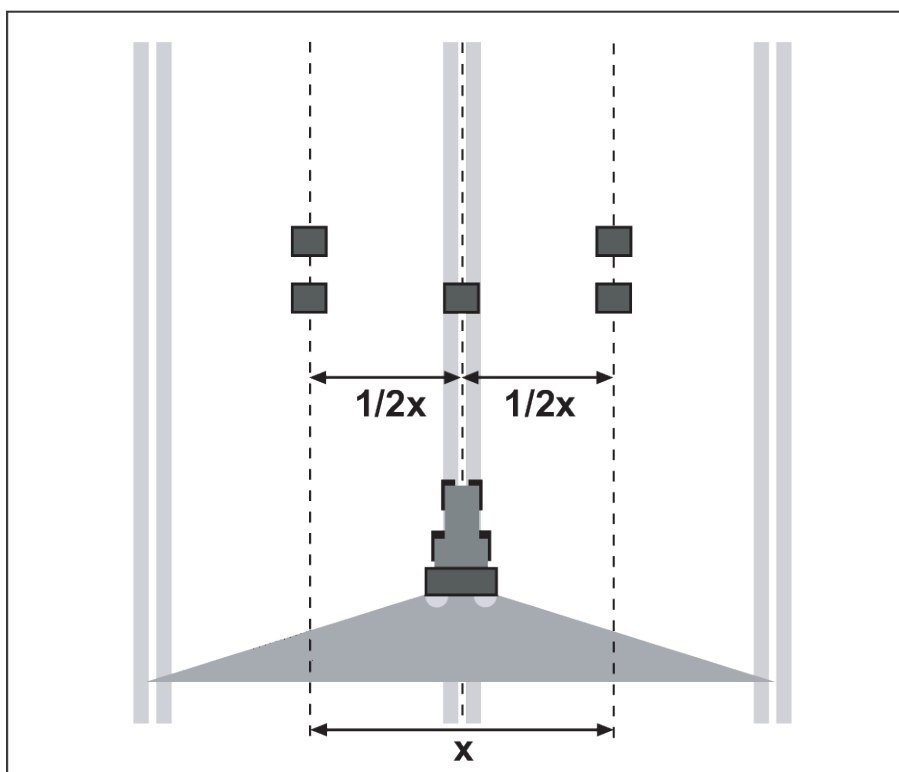

Fig. 53: Uppställning för en passering
- ▶ Ställ upp två uppsamlingsskålar i överlappningszonerna (mellan körfälten), den ena bakom den andra med ett mellanrum på **1 m** och placera en uppsamlingsskål på körspåret (enligt Fig. 53).